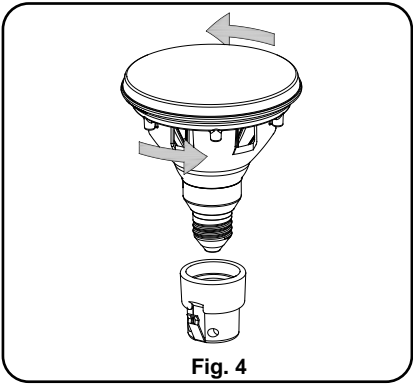

Fig. 4
4. Lösen Sie die beiden Schrauben, die dem elektrischen Anschluss der Glühlampe PAR 38 dienen. (Abb. 4)
4. Desaperte os dois parafusos destinados à ligação elétrica da lâmpada incandescente PAR 38 (Fig. 4).